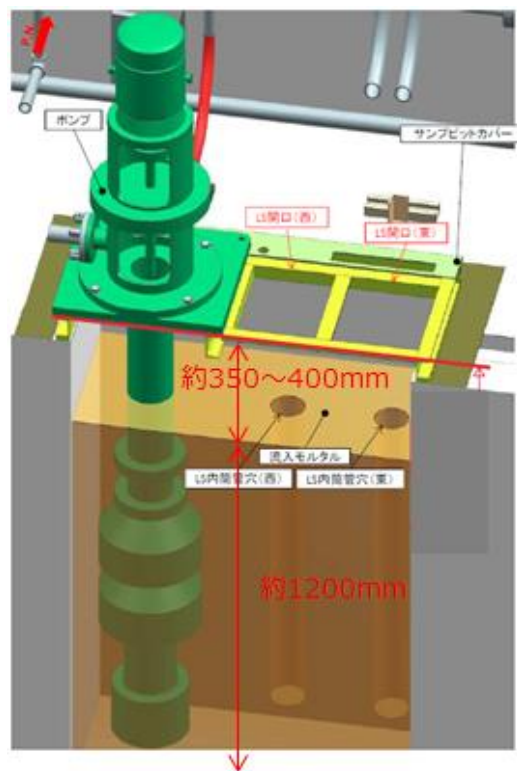

図1 サンプルピットの状況（1/20時点）
- サンプルピットは、LS（2体）の強制引抜き等を実施し、ピットの開口部を確保（図1）。